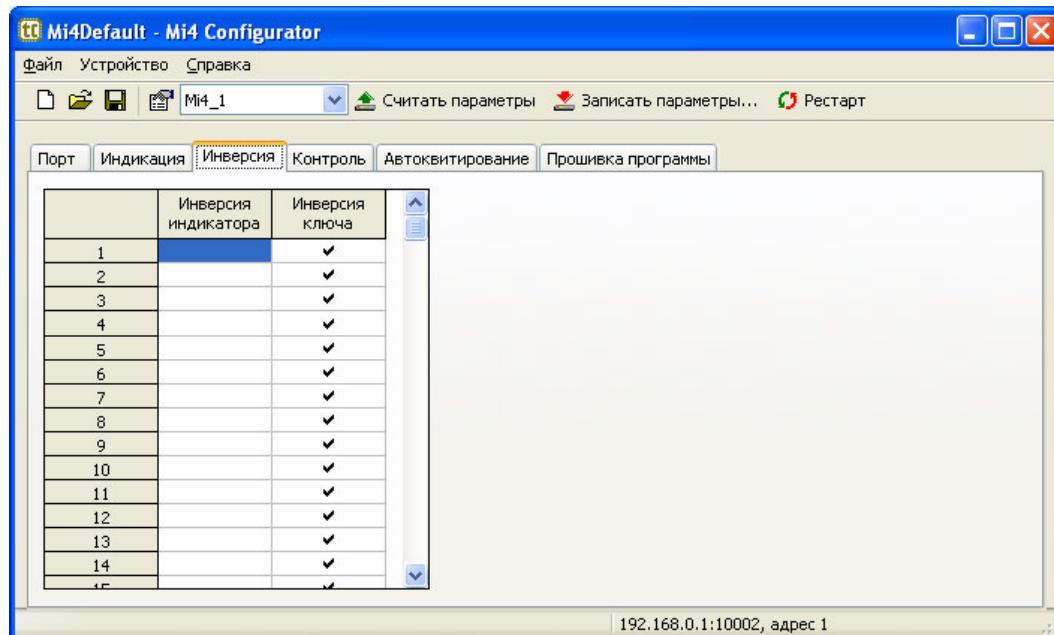

Рисунок 11 – Закладка «Инверсия»
5.2.4 Параметры инверсии состояний ключей и индикаторов (рисунок 11):